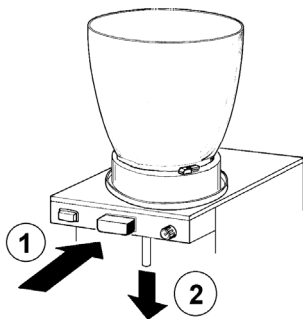

figura 1
- 3 Premere (1) il tasto di comando rubinetto e sfilare (2) il gommino rubinetto dalla sua sede tirandolo verso il basso (vedere figura 1).